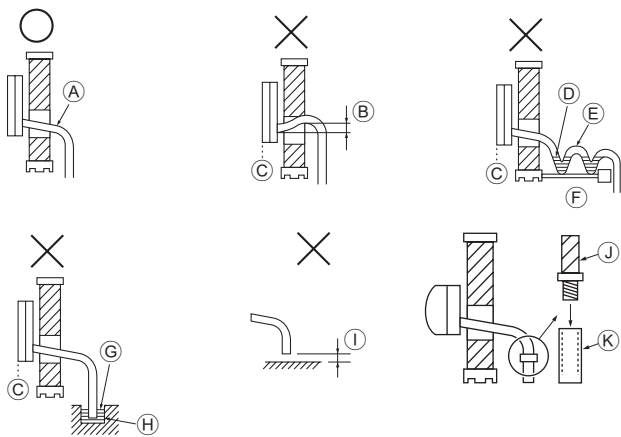

Fig. 5-1
5.1. Verrohrung der Drainage (Fig. 5-1)